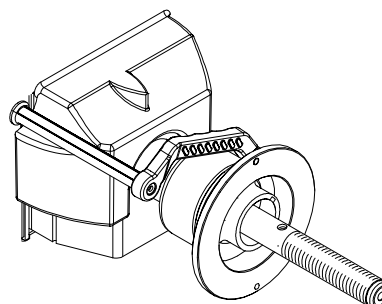

Figure 46
7. Tirer doucement le SAPE et poser le bras sur le dispositif de mesure SAPE dans la partie interne du logement de la cloche de la façon indiquée à la Figure 46. Une sonnerie retentira et l'afficheur indiquera "**BAC**" "**H**" "**POS**".